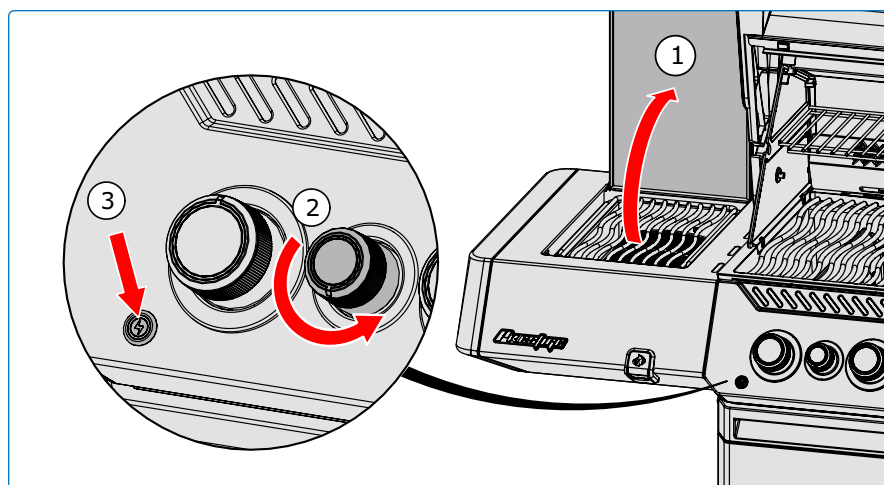

Fig. 7
4. Si le brûleur ne s'allume pas dans les 5 secondes, tournez le bouton de commande du brûleur dans le sens horaire jusqu'à la position ARRÊT. Attendez 5 minutes. Répétez les étapes 2 et 3. (Fig. 7).